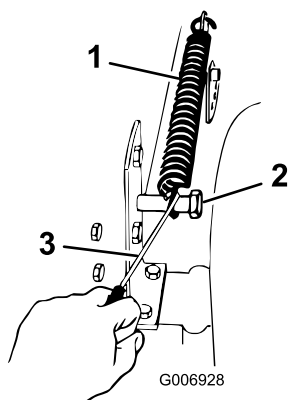

Figura 37
5. Rimuovete la molla di sollevamento altezza di taglio dal bullone di fissaggio (Figura 37). La molla si trova fra il telaio e la ruota posteriore destra.
- Inserite la leva dell'altezza di taglio nella tacca D. Agganciate la molla di sollevamento sul bullone di fissaggio, per non perderla (Figura 37).